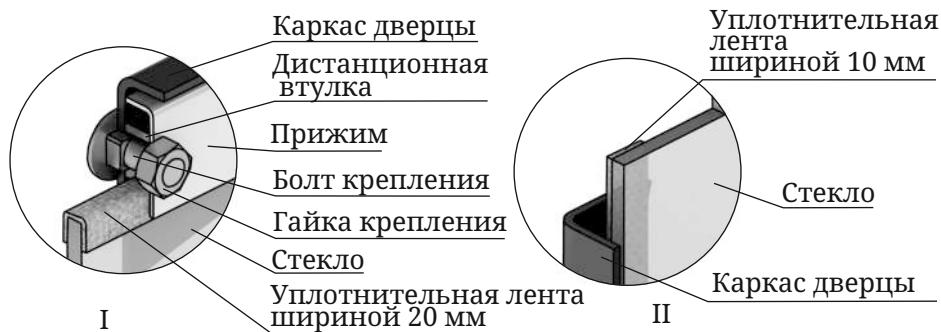

Рисунок 20. Крепление светопрозрачного экрана дверцы модификации «Витра»
1. Отверните две гайки, фиксирующие прижим (рисунок 20.I), демонтируйте его и дистанционные втулки.
Если на нем нет уплотнительных лент, наклейте их: лента шириной 20 мм наклеивается сверху и снизу стекла «П»-образно (рисунок 20.I), лента шириной 10 мм наклеивается вертикально, вдоль боковых сторон стекла (рисунок 20.II).
4. Вставьте стекло в упор, при этом лента, наклеенная с боковых сторон (вертикальная), должна быть зажата между стеклом и каркасом дверцы (рисунок 20.ИI).
*Внимание! Гайки, фиксирующие прижим, накручиваются на болты крепления через дистанционные втулки (рисунок 20.I).*